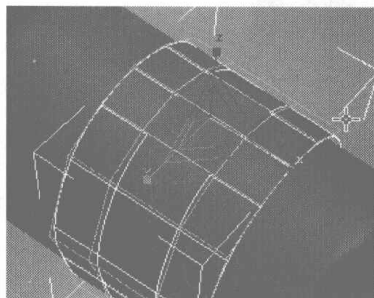
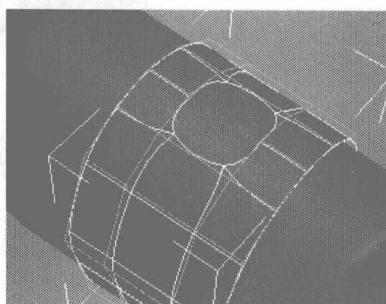
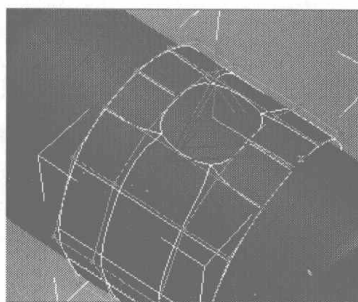
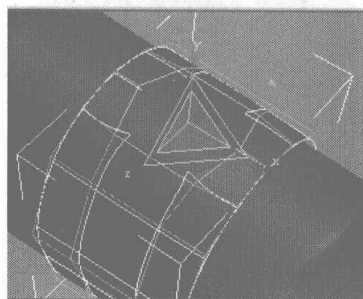

图 2.121
图 2.122
图 2.123
图 2.124
- 05** 选择如图 2.121 所示的面，按 Delete 键删除，结果如图 2.122 所示。选择如图 2.123 所示的点，调整到如图 2.124 所示的位置，使其尽量形成一个正圆形。